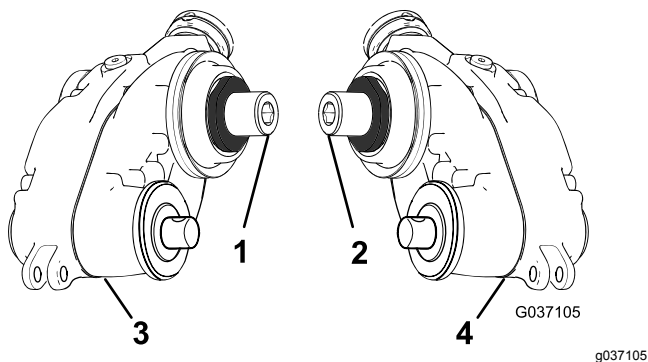

Figura 7
1. Identifique las cajas de transmisión de groomer derecha e izquierda; consulte la **Figura 7**.